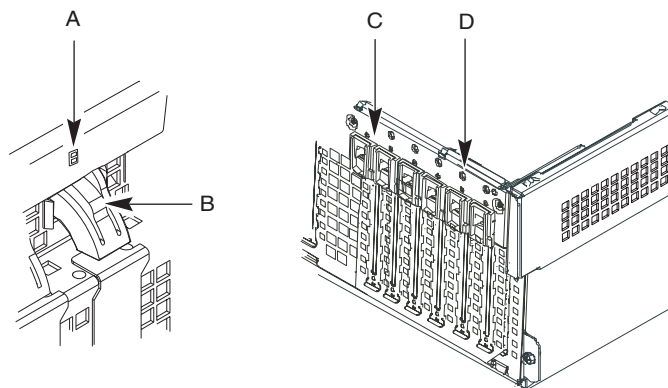

Figura 4-4 Mecanismo de retención de conexión en caliente de PCI
Cada una de las tarjetas complementarias PCI de conexión en caliente se mantiene en su lugar mediante un mecanismo de retención de conexión en caliente de PCI (PHP) (consulte la Figura 4-4).
7. Presione el mecanismo de retención de conexión en caliente de PCI (PHP) desde dentro del chasis. Gire el mecanismo fuera del chasis y hacia la parte inferior de éste. Con esta acción se libera la placa de identificación de la tarjeta. Consulte la Figura 4-4 en la página 86.
11. Presione el mecanismo de retención de conexión en caliente de PCIs (PHP) hacia el panel posterior. Con esta acción se asegura la tarjeta complementaria en su lugar. Consulte la Figura 4-4 en la página 86.